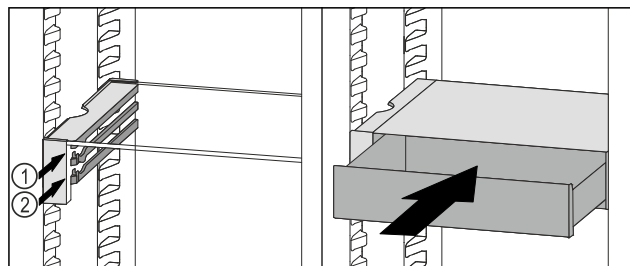

Fig. 94
- ▶ Predal VarioSafe namestite za zaustavljalnimi elementi na zeleni nastavek Fig. 94 (1) ali Fig. 94 (2).